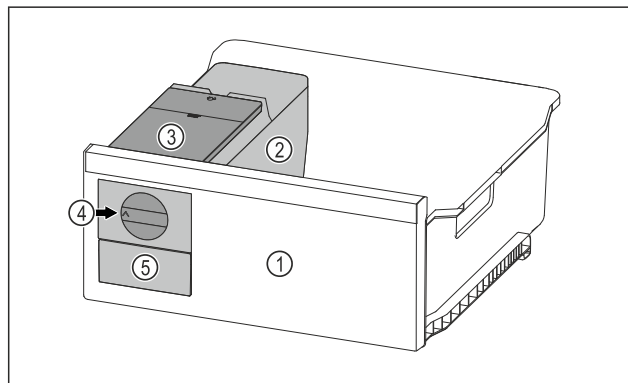

Fig. 165 Voorbeeld
- Draaiknop Fig. 165 (4) rechtsonder tot aan de aanslag draaien.
- Ijsblokjes vallen uit de ijsblokjeschaal in de ijsblokjeslade Fig. 165 (5).